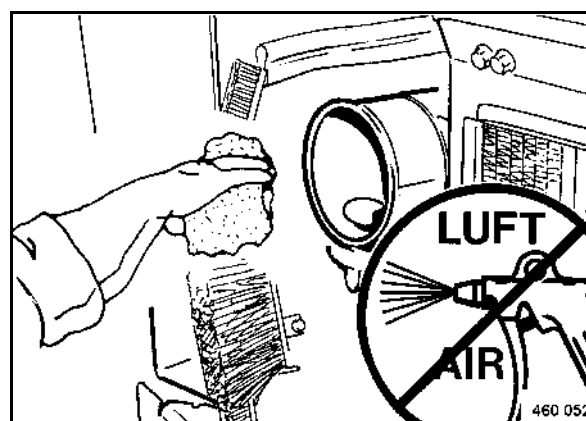

fig. 141
- Nettoyer le carter à l'aide d'un chiffon (fig. 141).